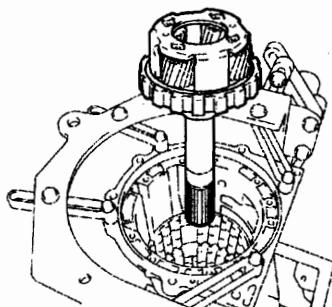
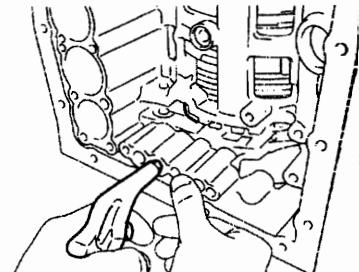

图 12-1-59
图 12-1-75
(65) 拆下后行星齿轮总成。
①如图 12-1-59 所示，从变速器壳上拆下后行星齿轮总成。
③如图12-1-59所示，安装后行星齿轮总成。
(6) 检查1挡和倒挡制动器的装配间隙。
①如图12-1-75所示，在向变速器壳内吹压缩空气时，1挡和倒挡制动活塞应活动自如。